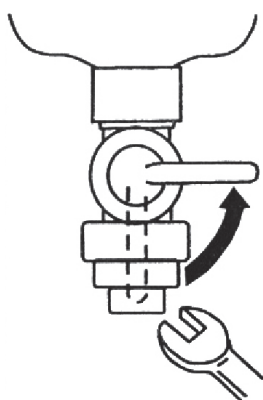

Рис.4.3
2. Открутите с помощью ключа крышку топливного фильтра, как показано на схеме (рис. 4.3).